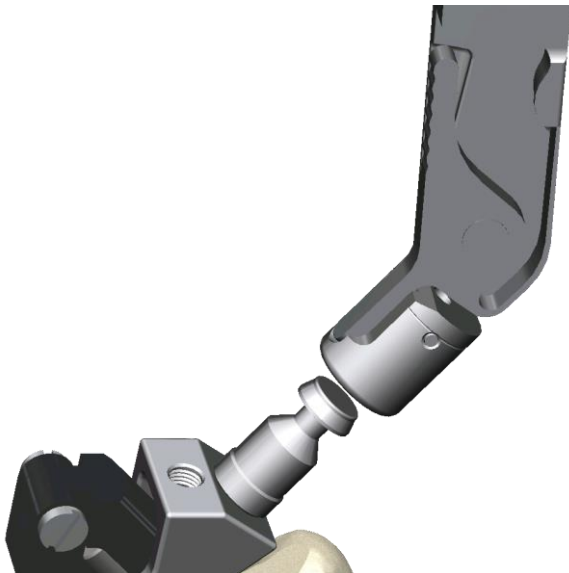

Abbildung 5: Schaft-Repositionierer mit eingeschraubtem Raspelgriffadapter Hakenzapfen und Raspelhandgriff Standard Hakenzapfen (Detail)
- *Raspelgriffadapter Hakenzapfen* unter Beachtung der Schaftachse in eines der beiden Gewinde des *Schaft-Repositionierer* bis zum Festsitz des Konus einschrauben (Abbildung 5).
- *Raspelhandgriff Standard Hakenzapfen* mit dem *Raspelgriffadapter Hakenzapfen* verbinden (Abbildung 5 und 6).